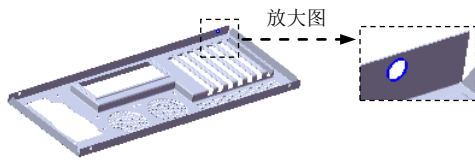

图 17.7.91 创建孔 5
Step23. 创建图 17.7.91 所示的孔 5，深度类型为**成形到下一面**。